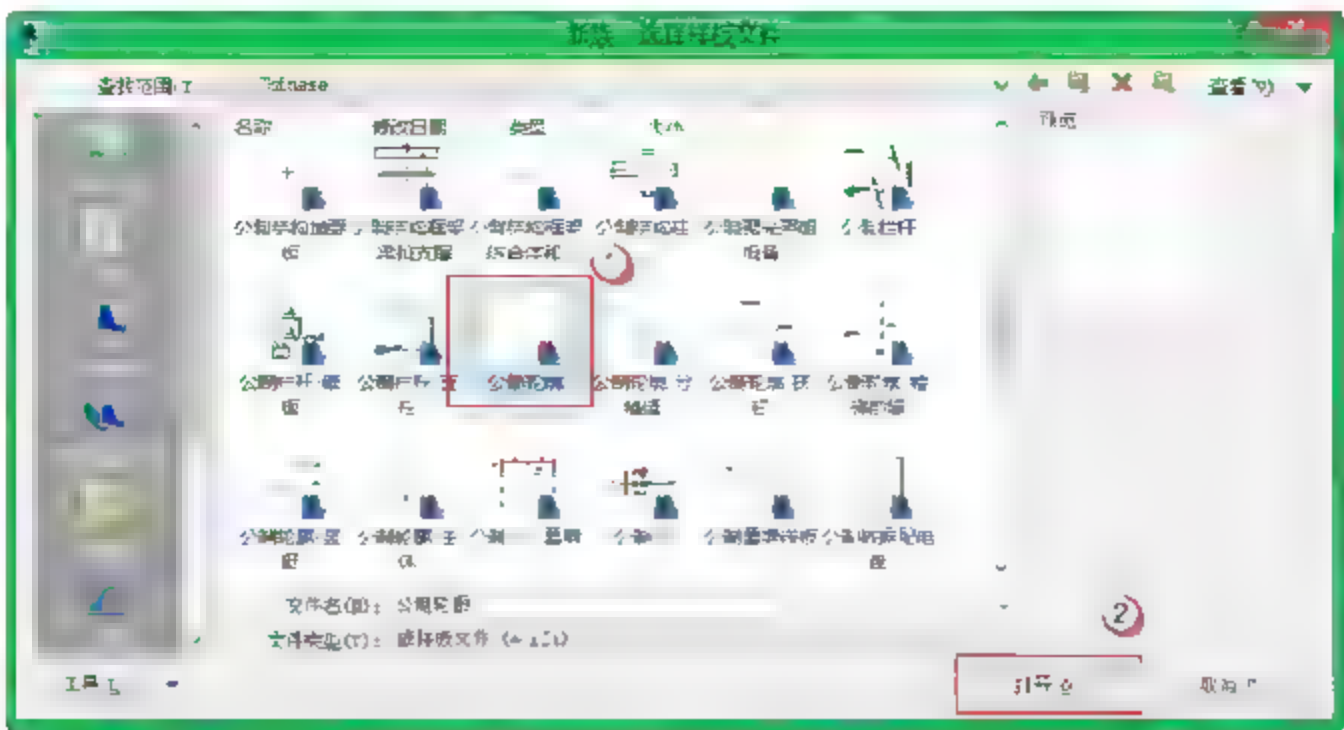

图 10.1.29 新建“半开洞墙轮廓”族
(1) 打开“公制轮廓”族。打开项目文件，选择“新建”→“族”命令，在弹出的对话框中选择“公制轮廓族”文件，再单击“打开”按钮，如图 10.1.29 所示。